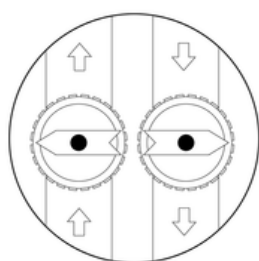

Bild 1
1. Se till att filtret är satt i bypass-läge. Båda ventilerna på filtret skall vara stängda. Se bild 1.